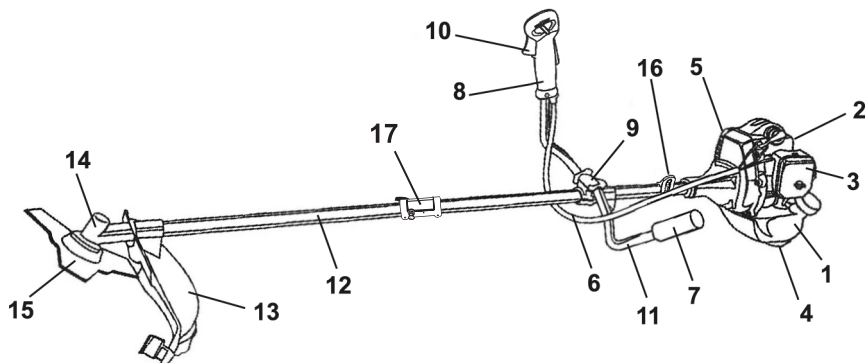

Рис.2. Расположение основных элементов бензотриммера:
Основные элементы и части бензотриммера представлены на рис. 2.
U-образная рукоятка (см. рис.2) состоит из двух частей: левой (7) и правой (8) ручек управления, которые прикреплены к штанге (12) с помощью соединительного кронштейна (9). Левая ручка служит для удержания бензотриммера левой рукой, а правая ручка — для удержания правой рукой и управлением работой бензотриммера.
Ремень крепится к штанге с помощью держателя (16) (рис.2). Согласно рис.5 наденьте ремень на шею и пристегните карабин за одно из отверстий в держателе (16) (см. рис.2).